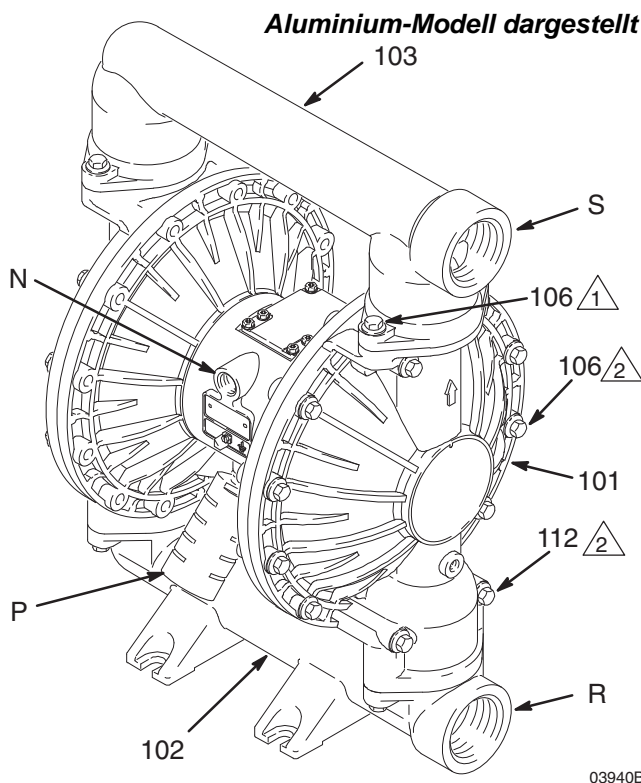

ABB. 3
4. Die Pumpe ist sehr schwer. Für den Transport sollte die Pumpe von zwei Personen am Auslassverteiler (103) sicher getragen werden. Siehe ABB. 3 auf Seite 9.
Bei Auslieferung der Pumpe zeigen Materialeinlass- (R) und -auslassöffnungen (S) in dieselbe Richtung. Siehe ABB. 3. Zur Veränderung der Ausrichtung von Einlass und/oder Auslass:
1. Die Schrauben (106) entfernen, mit denen der Einlass- (102) und/oder Auslassverteiler (103) an den Deckeln (101) befestigt ist.